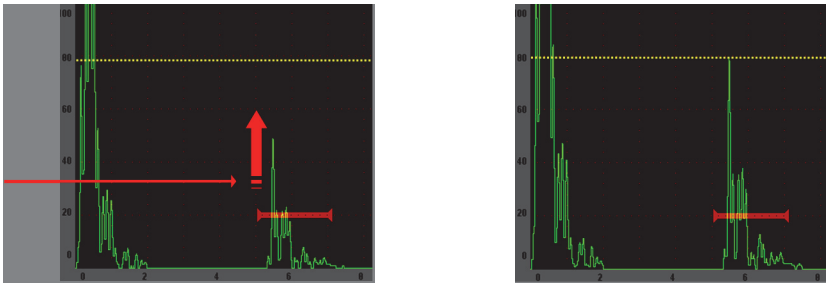

Figura 2-8 La funzione AutoXX%
- Premendo i tasti **[2ND F]**, (**AUTO XX%**) si attiva la funzione AutoXX% la quale regola automaticamente il guadagno, per definire l'ampiezza dell'eco nella porta al XX% dell'altezza dello schermo intero (il valore predefinito per XX è 80%) [vedi Figura 2-8 a pagina 44].